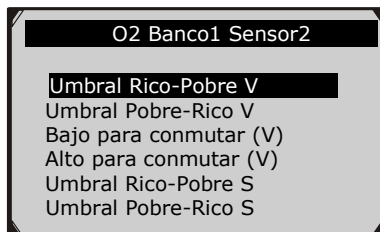

Figura 6.25
- 4) Vea los resultados de prueba del sensor de O2 seleccionado. (Figura 6.25)